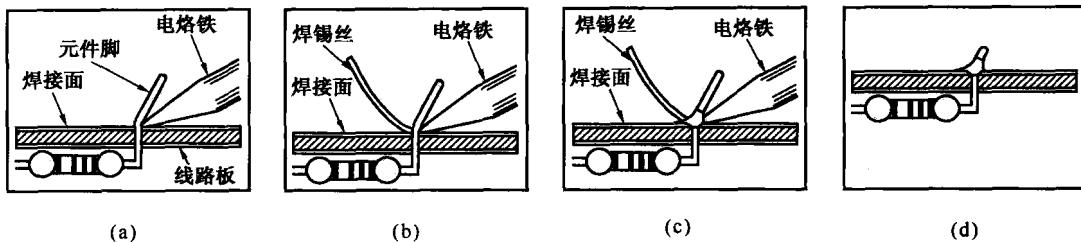

图 1.4.3 正确的焊接方法
(1) 将电烙铁头靠在元件脚和焊盘的结合部，如图 1.4.3(a)。注：所有元件从焊接面焊接。
(2) 若电烙铁头上带有少量焊料，可使烙铁头的热量较快传到焊点上。将焊接点加热到一定温度后，用焊锡丝触到焊接件处，融化适量的焊料；焊锡丝应从烙铁头的对称处加入。如图 1.4.3(b)。
(3) 当焊锡丝适量融化后，迅速移开焊锡丝；当焊接点上的焊料流散接近饱满，助焊剂尚未完全挥发，也就是焊接点上的温度最适当、焊锡最光亮、流动性最强的时刻，迅速移开电烙铁。如图 1.4.3(c)。
(4) 焊锡冷却后就得到一个理想的焊接了。如图 1.4.3(d)。